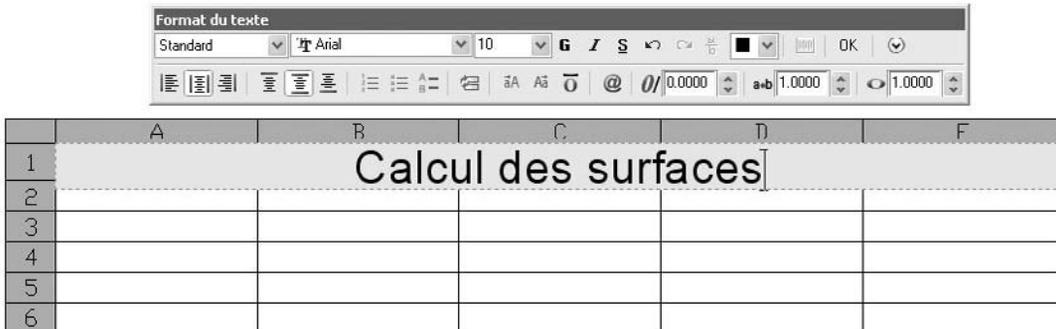

Fig.12.2
- 9 AutoCAD ouvre l'éditeur de texte et permet d'entrer le titre du tableau (fig.12.2).